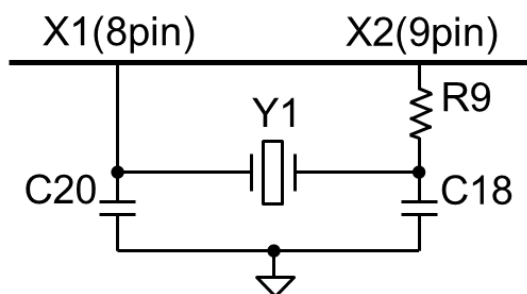

Figure 2-3 水晶発振回路の接続例
- ・ 水晶発振回路の接続例を Figure 2-3 に示します。